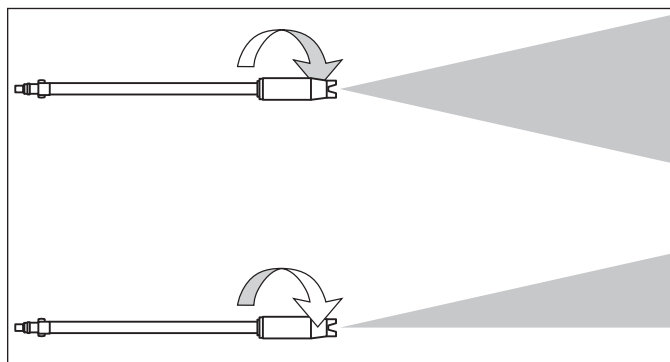

Figure 6 – Réglage de pulvérisation
4. Se référer à manuel du produit pour le fonctionnement, le nettoyage de surface, et comme éviter de dommages aux surfaces, et plus encore. Se reporter à la Figure 6.